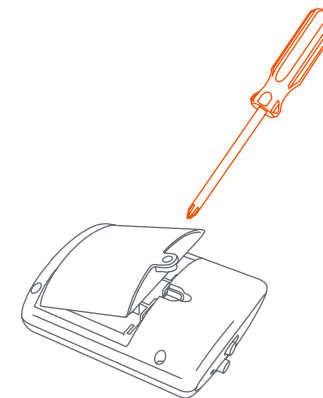

Fig. 6
- 6) • Remove the battery cover using a Phillips screwdriver (Fig. 6). Install two size C batteries and replace the battery cover. Do not overtighten the screw.
- Use un destornillador Phillips para retirar la cubierta de las pilas (Fig. 6). Instale dos pilas tamaño C y reemplace la cubierta de las pilas. No ajuste de más el tornillo.